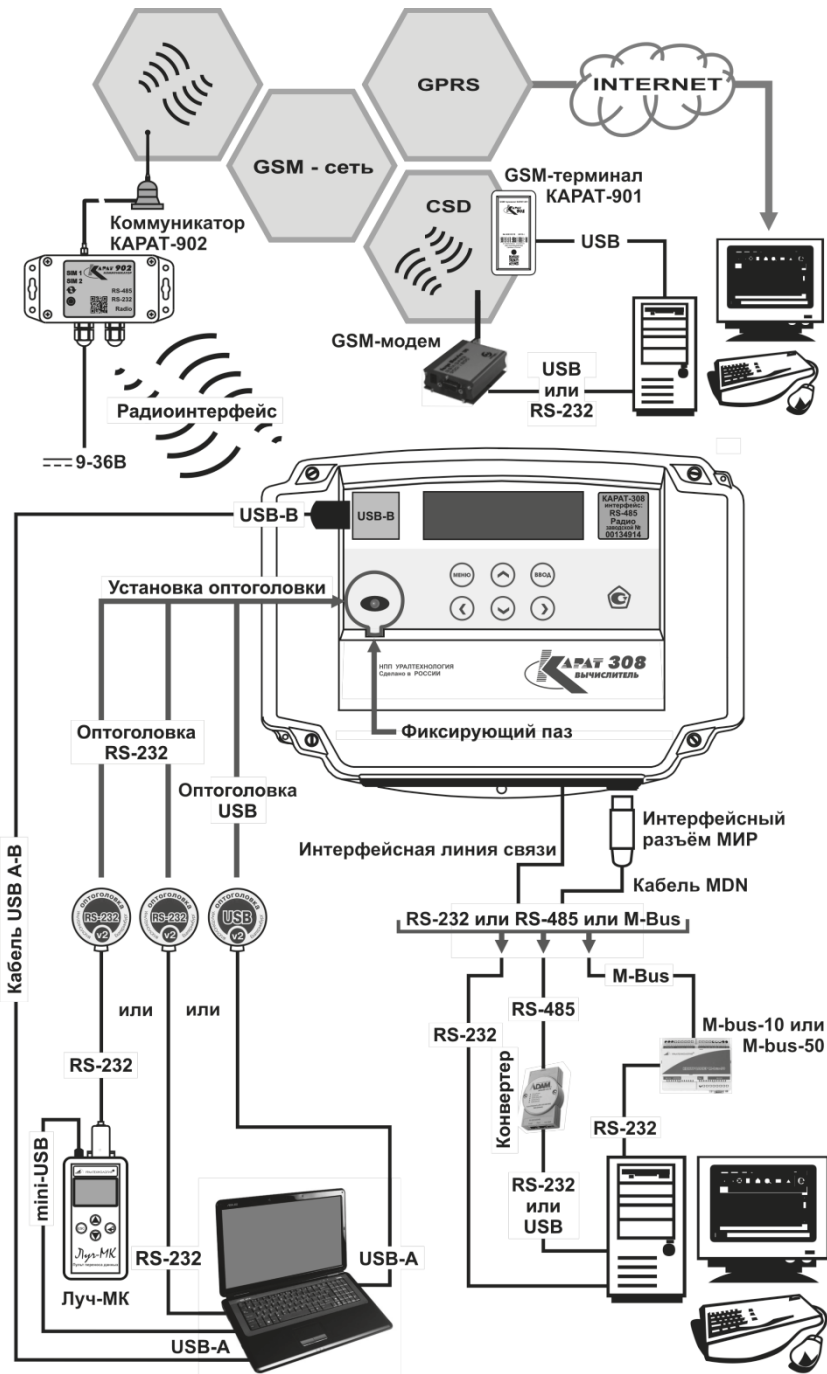

Рисунок 1.3 – Коммуникационные возможности вычислителя
Встроенный оптический порт, смотрите рисунок 1.3, выполняет функции бесконтактного физического интерфейса, обмен данными, по которому между вычислителем и компьютером осуществляется посредством оптоволоконных RS-232 или USB.
Для передачи данных оптоголовка устанавливается на встроенный оптический порт, который расположен на лицевой стороне корпуса вычислителя, при этом выступ на корпусе оптоголовки фиксируется в специальном фиксирующем пазе, рисунок 1.3.
- через разъём USB-B – посредством стандартного кабеля USB A-B (смотрите рисунок 1.3);
Обмен данными между вычислителем и компьютером по интерфейсу USB, рисунок 1.3, возможен после установки на ПК драйвера USB (драйвер USB находится на сайте НПО КАРАТ). Компьютер после установки драйвера воспринимает канал связи с вычислителем как виртуальный COM-порт и работает с ним через специализированные программы, например, КАРАТ-Конфигуратор и т. п.
Подключение вычислителя к компьютеру по интерфейсу RS-485, рисунок 1.3, позволяет производить обмен данными между вычислителем и компьютером. Подключение может осуществляться одним из двух способов:
Подключение вычислителя к компьютеру по интерфейсу RS-232, рисунок 1.3, позволяет производить обмен данными между вычислителем и компьютером, который имеет один или несколько COM-портов. Подключение может осуществляться одним из двух способов:
Подключение вычислителя к компьютеру по интерфейсу M-Bus, рисунок 1.3, позволяет производить обмен данными между вычислителем и компьютером. Подключение может осуществляться одним из двух способов: